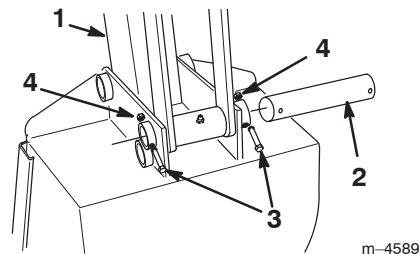

Abbildung 9
2. Die Schrauben und Muttern entfernen, mit denen die beiden Löffelstifte an der Löffelstange befestigt sind (Abb. 9).
4. Die Stiftlöcher im Löffel auf die Montagelöcher in der Löffelstange ausrichten (Abb. 9).
5. Den Löffel mit den zuvor entfernten Stiften, Schrauben und Muttern befestigen (Abb. 9).